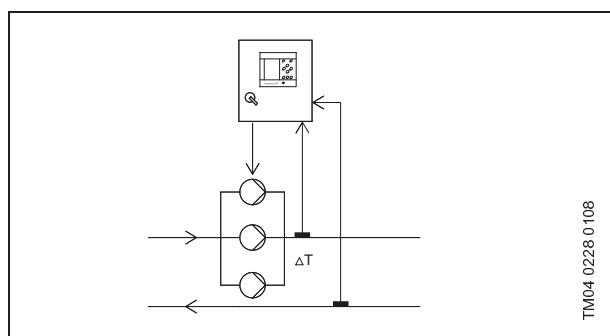

Fig. 11 Température différentielle
- Température différentielle, voir fig. 11.